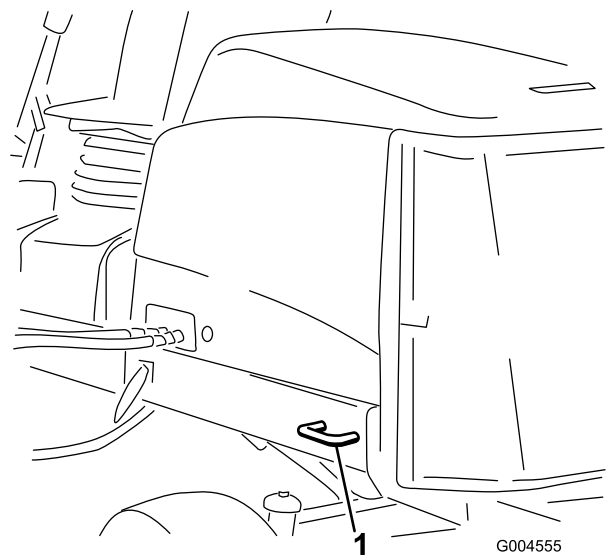

Bild 35
- Hinten: Jede Maschinenseite am hinteren Rahmen (Bild 35)